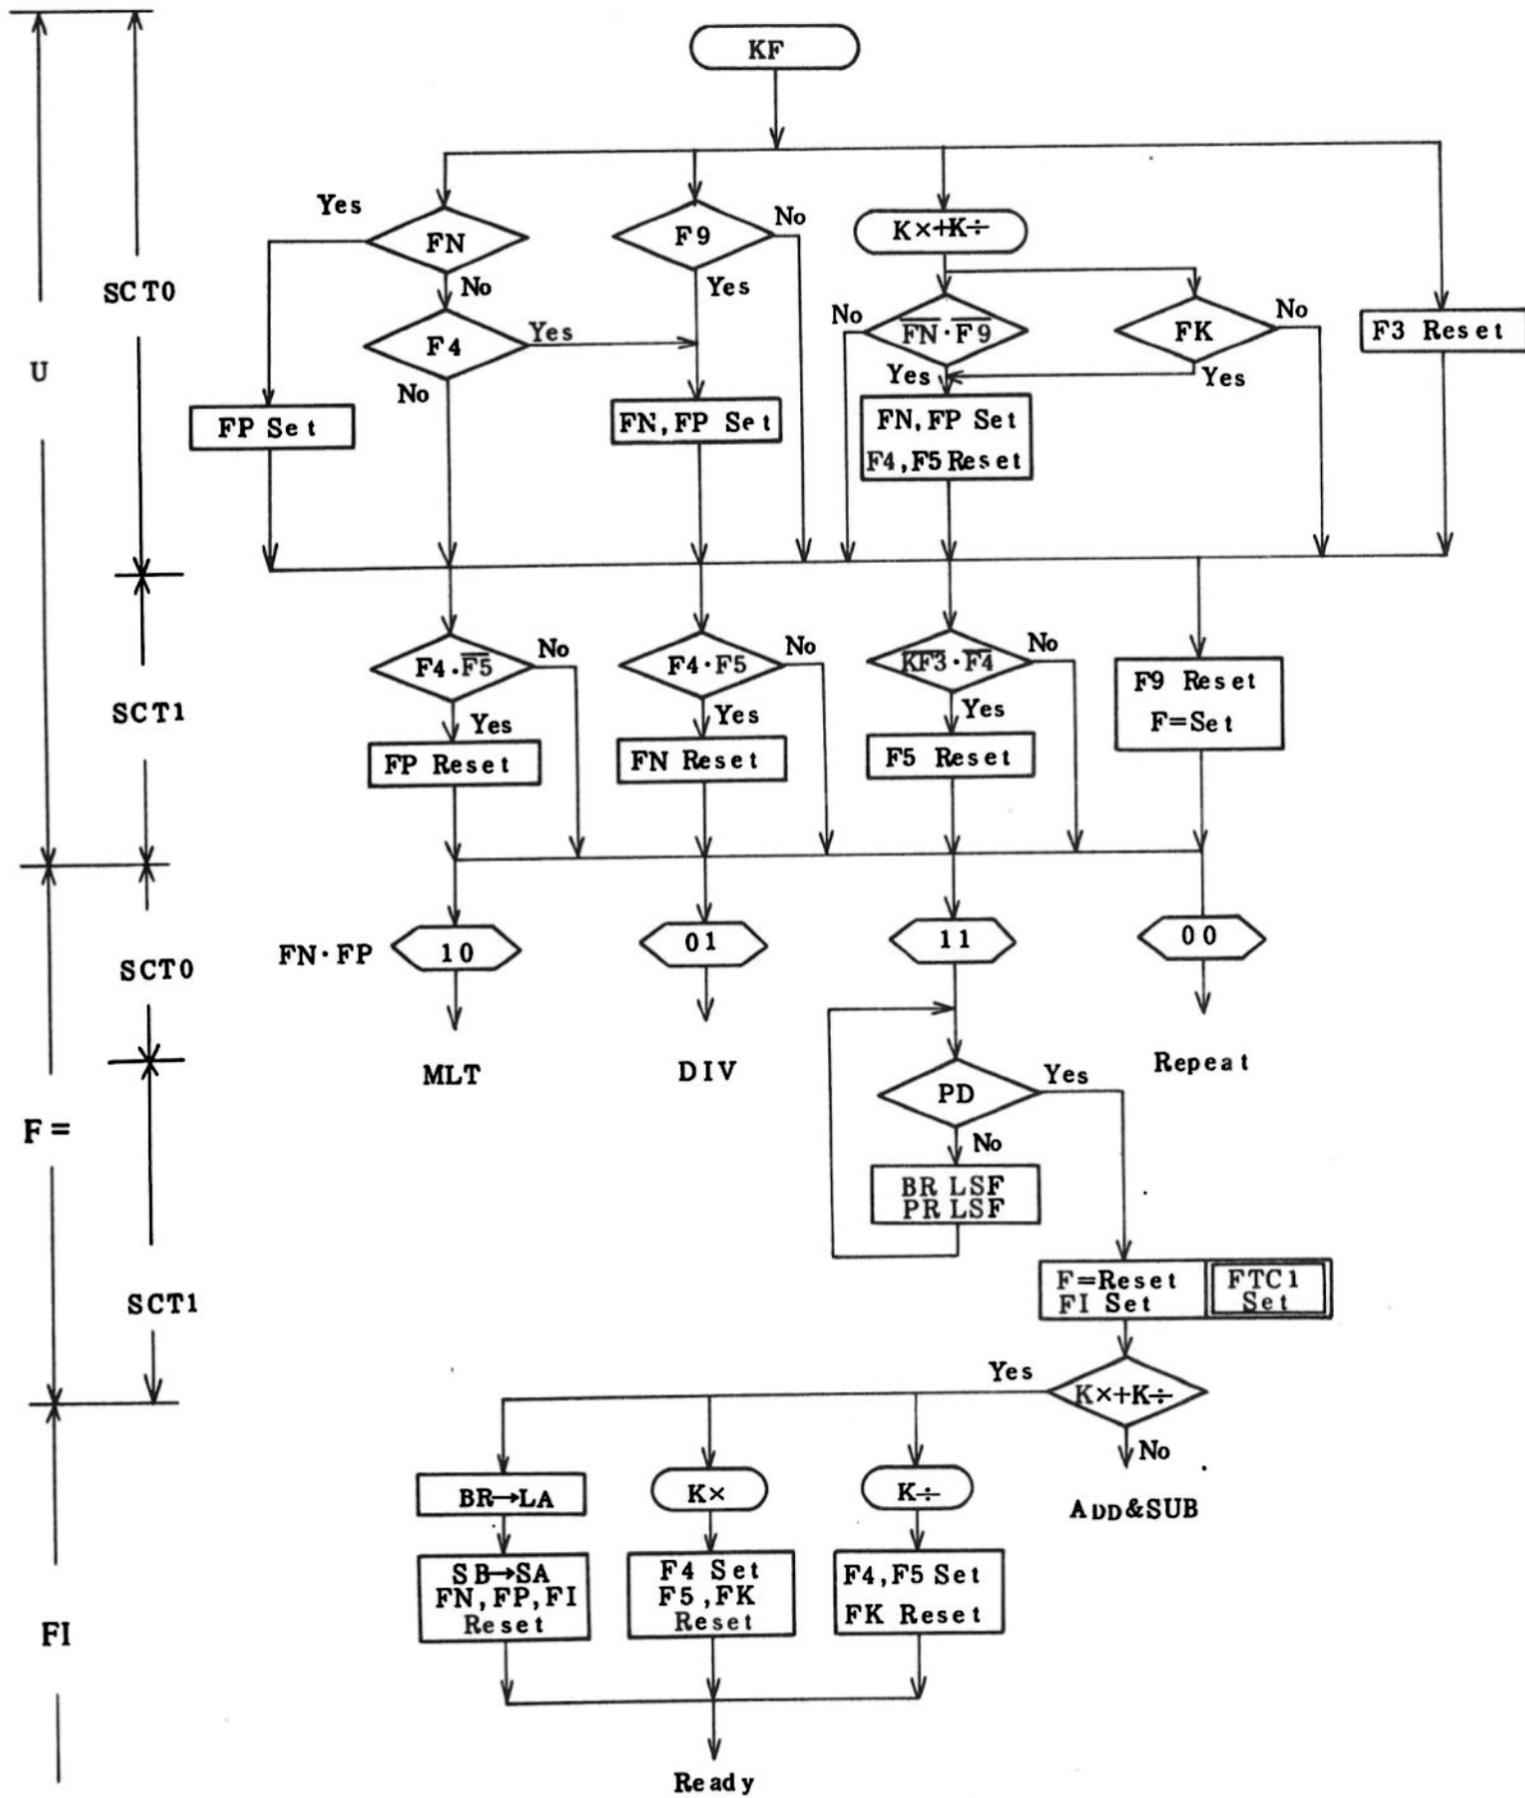

Fig. 5-3 Flow Chart of \times & \div
4.2 Taste x und ÷ (Fig. 5-3)
Durch Drücken der Taste S oder T nach der Taste x oder \div wird F9 "1". Beim Drücken der Tasten \div oder * wird dann bei U.SCTo. FN und FP gesetzt. F4 wurde gesetzt und $\overline{F5}$ zurückgestellt durch die Taste x (siehe Fig. 5-3). FP wird durch Drücken der Taste \div oder * bei U.SCT1 zurückgestellt und der Ablauf für Multiplikation $\overline{10}$ beginnt. Bei konstanter Multiplikation wird F4 bei U.SCT1 nicht zurückgestellt.